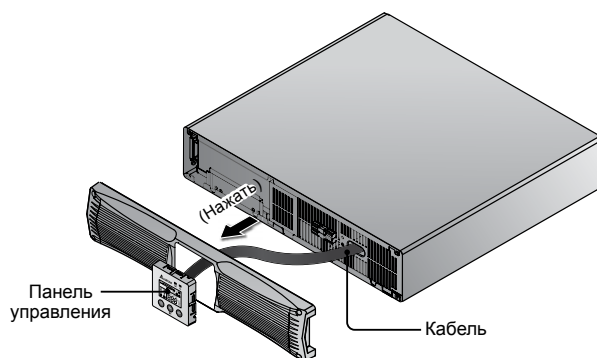

Рис. 8-2. Нажмите сзади на панель управления
- 2) Из-под пластмассовой передней панели осторожно нажимайте на панель управления, пока она не выйдет вперёд. Будьте внимательны, не повредите кабель, соединяющий панель управления с разъёмом внутри ИБП. См. **Рис. 8-2**.